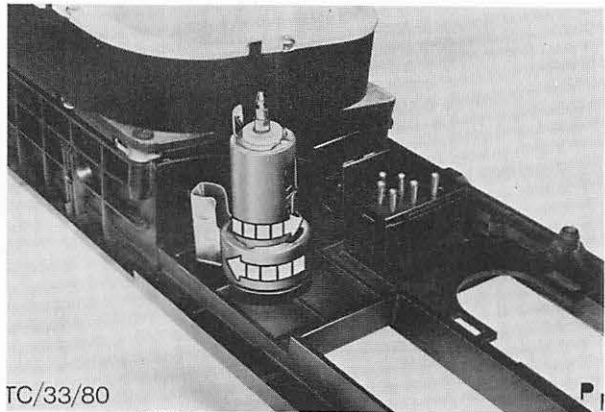

Abb. 39 Zigarrenanzünder in Pfeilrichtung verdrehen
2. Hinter der Instrumentenblende, Lampenfassung des Zigarrenanzünders drehen, bis die Aussparung an der Fassung mit der Nase an der Steckdose übereinstimmt, Abb. 39. Lampenfassung und Feder entfernen und Steckdose aus der Blende herausziehen.